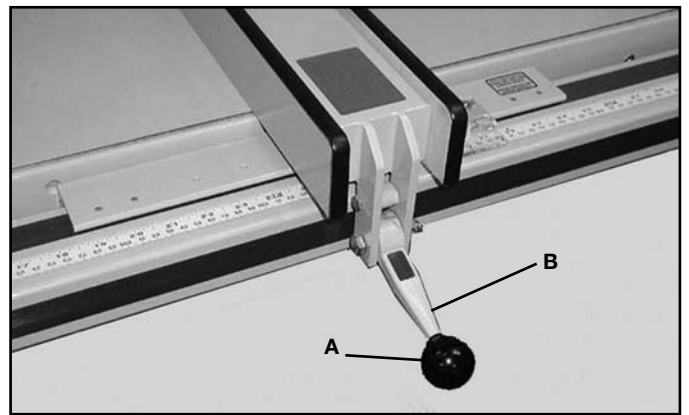

FIG. 23
1. Fixer le bouton (A), fig. 23, à la poignée de verrouillage (B). Le bouton est vissé sur les filets de la poignée de verrouillage.